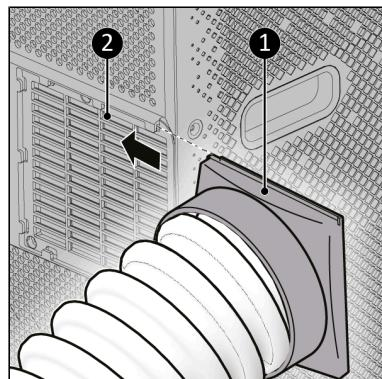

Abbildung 45.
7. Verbinden Sie den Schlauchanschluss (Abbildung 45, Pos. 1) mit einem Ende des Heißluft-Auslassschlauchs (Abbildung 45, Pos. 2).